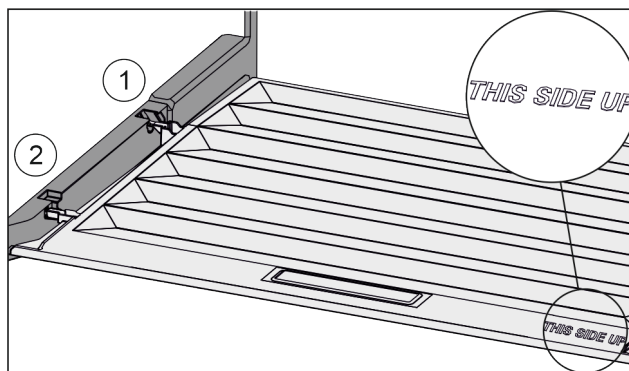

Fig. 92
- Výstupky víka zaveďte do zadních držáků Fig. 92 (1) a vpředu zaklesněte do držáku Fig. 92 (2).